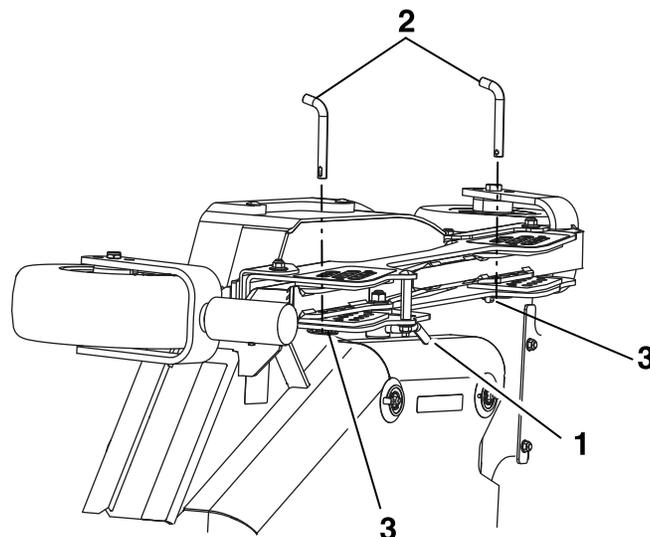

Figure 27
- B. Débloquez les verrous à came situés sur le profilé de hauteur de coupe du tablier latéral (Figure 27).
6. Placez le tablier latéral à la hauteur adéquate et reposez les goupilles de hauteur de coupe et les goupilles à anneau (Figure 27).